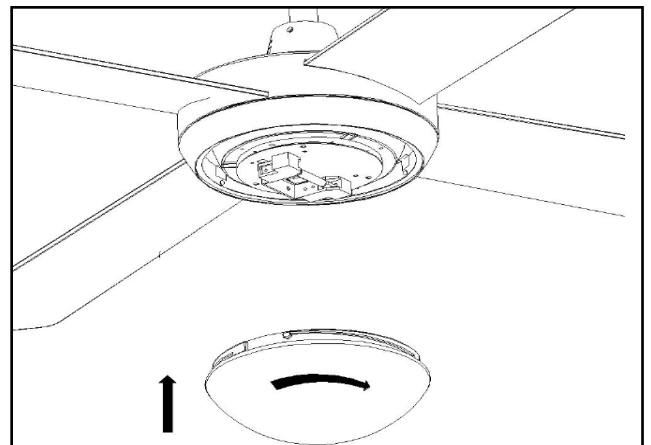

Fig. 12
- Mettre soigneusement le couvercle en verre à la lampe et visser dans les sens horaire afin de le serrer. Fig 12.